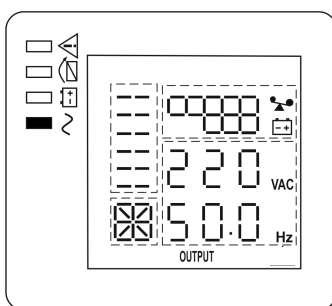

Рисунок 8 — Состояние ЖК-дисплея и индикаторов в режиме «ОСНОВНОЙ»
- Включите изделие комбинацией кнопок  +  (см. п.1 таблицы 2). Изделие выполнит автоматическое самотестирование, определит качество входного сетевого напряжения и уровень нагрузки. Процесс самотестирования сопровождается последовательным включением/выключением всех индикаторов. После самотестирования изделие перейдет в режим «ОСНОВНОЙ» и продолжит заряд АКБ. Индикатор «БАЙПАС» погаснет, а индикатор «ИНВЕРТОР» включится (см. рисунок 8).
- Включите нагрузки. Если нагрузок много, необходимо включать их последовательно, одну за другой, на ЖК-дисплее отобразится уровень нагрузки (см. рисунок 8).
Вновь подать сетевое напряжение. Изделие должно автоматически перейти в режим «ОСНОВНОЙ» (см. рисунок 8), либо в режим «ЭКО», если параметр ECO включён (см. Приложение 2, описание настройки параметров изделия).